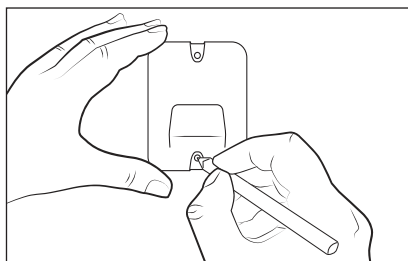

Fig. 3
- 2) Utilice el soporte mural **10** para marcar los dos orificios en la pared con un lápiz (consulte la fig. 3).